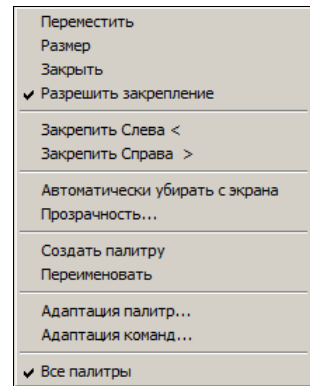

Рис. 8.33. Контекстное меню заголовка окна **Инструментальные палитры**
**тальные палитры** (Tools | Customize | Tool Palettes) или пункт **Адаптация палитр** (Customize Palettes) контекстного меню заголовка окна **Инструментальные палитры** (Tool Palettes) (рис. 8.33).